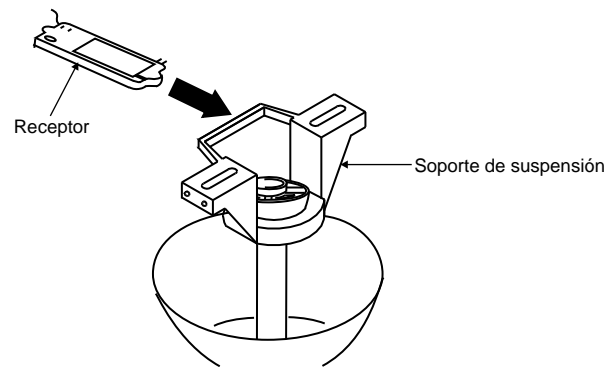

Fig. 13
Paso 1. Inserte el receptor en el soporte de montaje del techo con el lado plano del receptor hacia el techo. (Fig. 13) Para un mejor rendimiento, asegúrese de que la Antena Negra, en el extremo del receptor, permanezca extendida y sin enredarse con ninguno de los cables eléctricos.